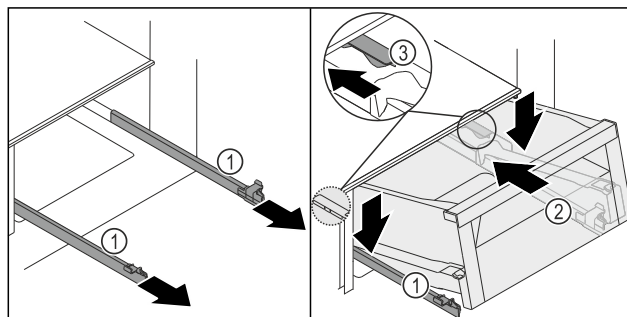
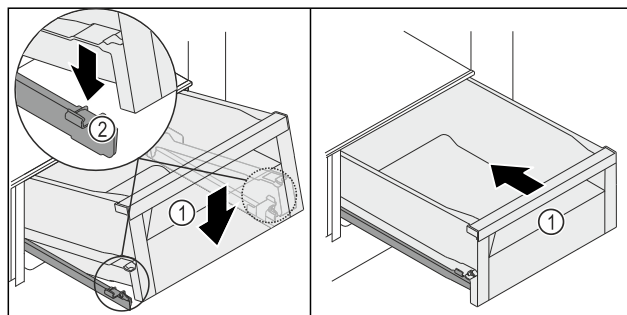

Fig. 200
Fig. 201
- ▶ Čvrsto držite vodilice Fig. 200 (1) i postavite ladicu Fig. 200 (2) odozdo iza zaustavljača Fig. 200 (3) na vodilici Fig. 200 (1).
- ▶ Ladicu Fig. 200 (2) na vodilicama Fig. 200 (1) gurnite prema natrag do graničnika.
- ▶ Spustite ladicu Fig. 200 (2) sprijeda tako da ladica lijevo i desno uklizne u stezaljku Fig. 201 (2).
- ▶ Ladica Fig. 201 (1) se čujno uglavljuje.
- ▶ Ugurajte ladicu Fig. 201 (1).